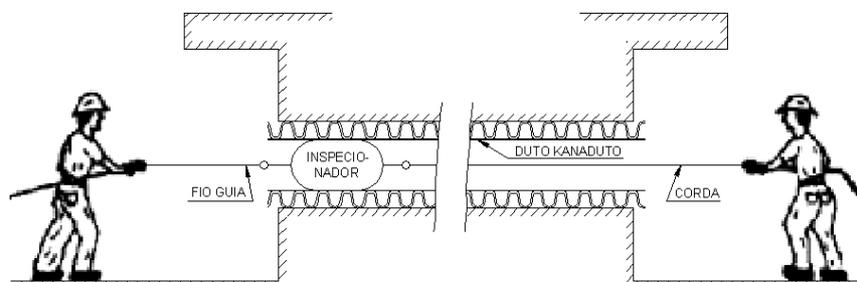

Figura 19
- b) Em seguida, puxamos o arame guia e introduzimos o inspecionador pelo interior do duto, até atingir a outra extremidade (Figura 19).